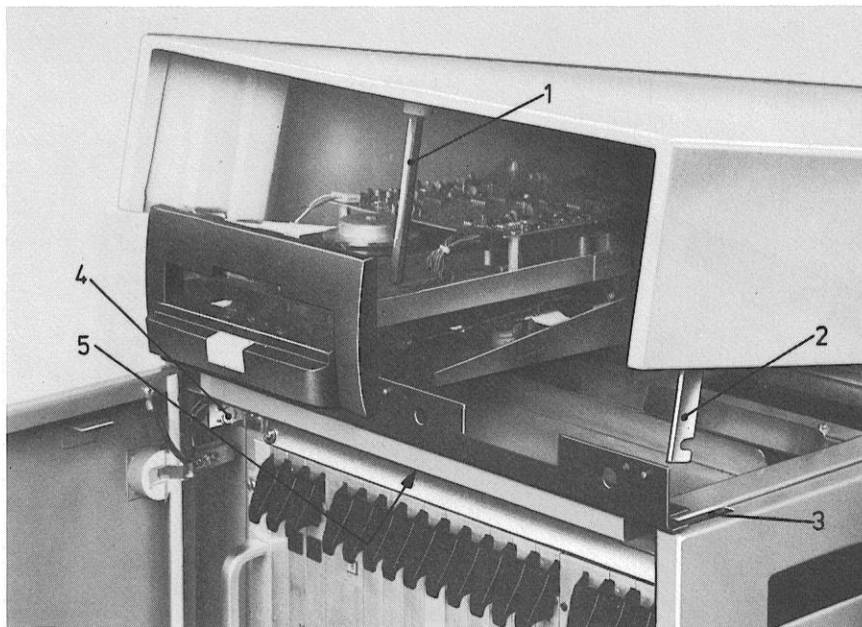

Abb. 6
- 5.2 Sechskantschraube für Abdeckhauben-Befestigung einschrauben Abb. 6 Pos. 1
Rechter und linker Haltewinkel Abb. 6 Pos. 2 zwischen den Rahmen und Seitenverkleidung Abb. 6 Pos. 3 durchführen, in den darunterliegenden Befestigungswinkel einhängen Abb. 6 Pos. 4 und leicht nach hinten schieben.
- 5.4 Schraube M 6 von unten durch den Rahmen in den Befestigungsbolzen der Verkleidung schrauben Abb. 6 Pos. 5.